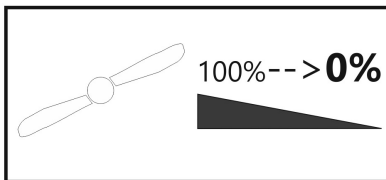

Bild 8
- Schieben Sie den Steuerknüppel für die Motorfunktion (Bild 8) in die unterste Stellung (Motor aus).
- Für die nachfolgenden Tests der Höhen- und Seitenruder-Funktion achten Sie bitte unbedingt darauf, dass der Motor im ausgeschaltetem Zustand ist. Schieben Sie hierzu den Steuerknüppel für die Motorfunktion (Bild 8) wieder in die unterste Stellung (Motor aus).